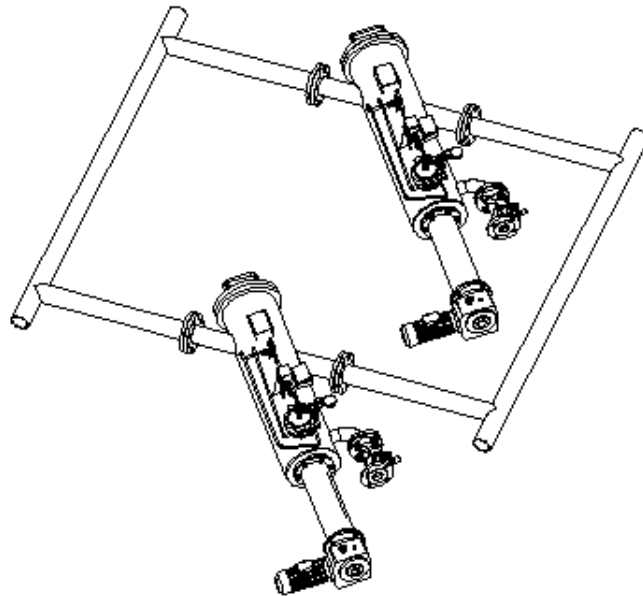

图 8
- 6) 在有可能发生回流的地方，应在过滤器出口安装止回阀，见图 8。